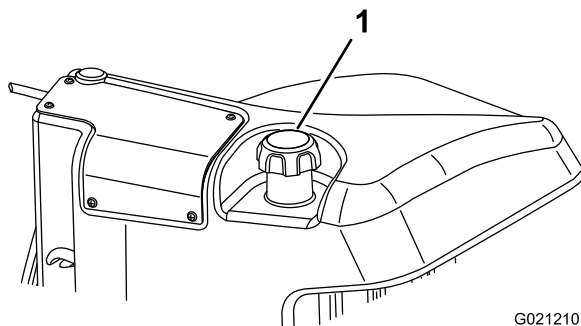

Figura 32
3. Retire el tapón del depósito de combustible (Figura 32).